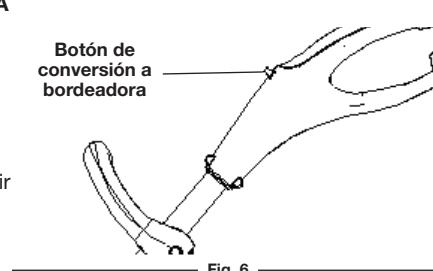

Fig. 6
- Oprima el botón de conversión a bordeadora y gire la empuñadura posterior hasta que trabe en su lugar (Fig. 6 y 7).